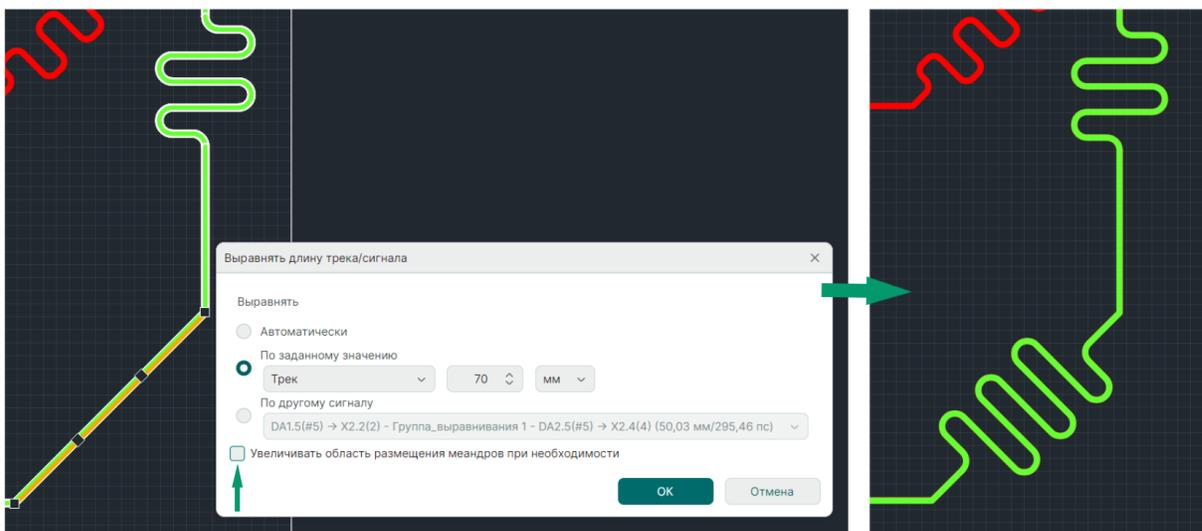

Рис. 392 Размещение дополнительного меандра
- Для выравнивания длины трека/сигнала с размещением дополнительного меандра может быть выделен трек целиком или сегмент, предпочтительный для расположения меандра. В этом случае флаг в чек-боксе «Увеличивать область размещения меандра при необходимости» не имеет значения, см. Рис. 392.